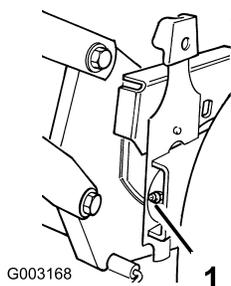

Figure 21
2. Essuyez les graisseurs avec un chiffon propre (Figure 21).